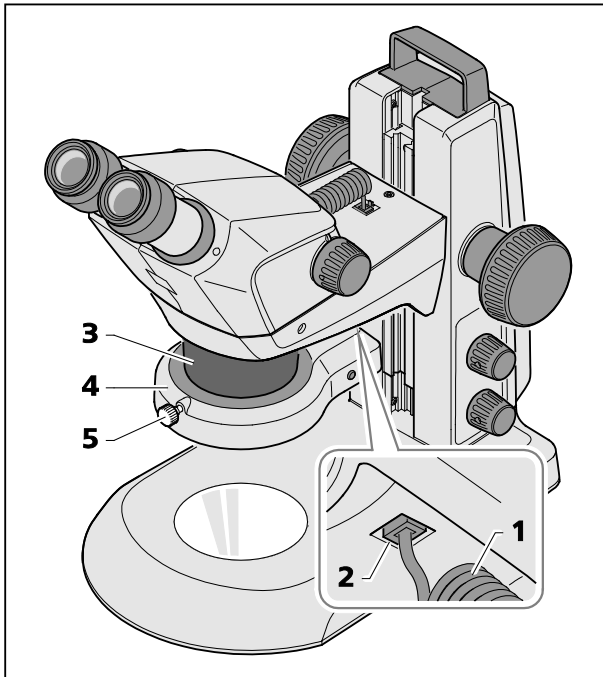

Fig. 13 Montage de l'éclairage annulaire sur le corps de microscope
- Enfichez le câble de raccordement (Fig. 13/1) de l'éclairage annulaire (Fig. 13/4) dans la prise inférieure (Fig. 13/2) du support de microscope et dans la prise de l'éclairage annulaire.
- Appliquez l'éclairage annulaire sur le corps de microscope (Fig. 13/3) en le faisant coulisser par le bas, puis immobilisez-le avec la vis moletée (Fig. 13/5).